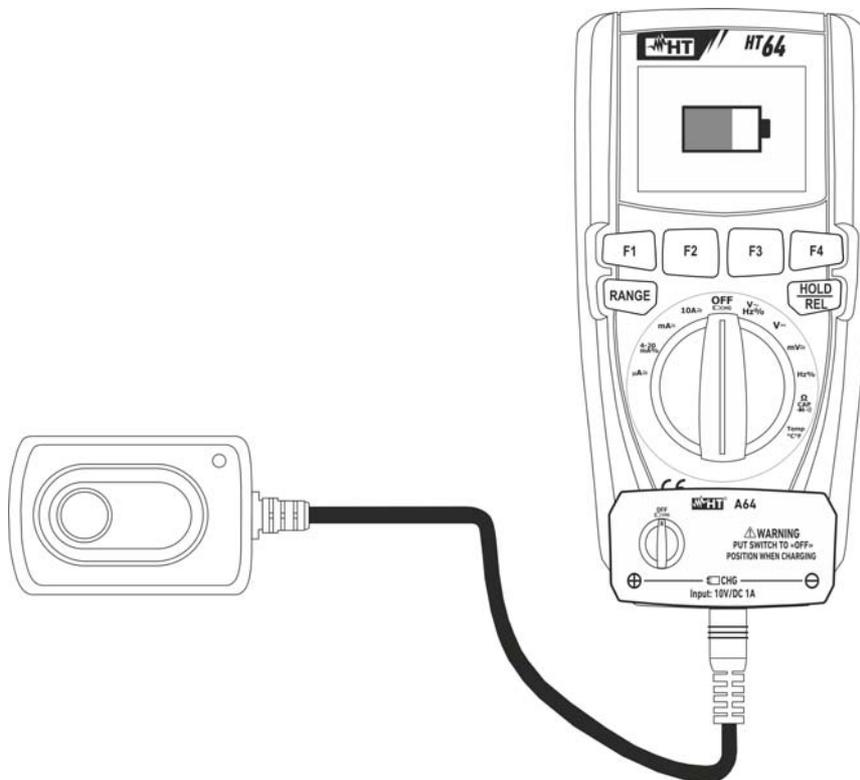

Fig. 31: Chargeur de batterie interne
2. Introduire l'interface de l'alimentateur chargeur de batterie dans l'instrument, dans les quatre bornes d'entrée (voir Fig. 31)